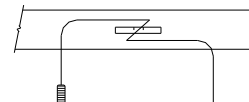

Figure 3
- Feed spacers and carriage bolts into position using the pull wires provided (both rails). Leave pull wire attached. Note: It is much easier if bolt and spacer are not engaged while inserting them into frame, refer to illustration. See Figure 3.
4. À l'aide des fils de tirage fournis, acheminer les espaceurs et les boulons de carrosserie jusqu'à leur position (deux longerons). Laisser le fil de tirage lié aux pièces de visserie. Remarque : La manœuvre sera facilitée si le boulon et l'espaceur ne sont pas engagés lors de leur insertion dans le cadre (voir l'illustration). Voir la figure 3.